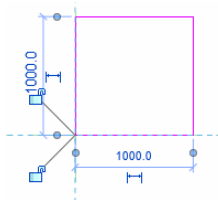

图 3-54 绘制底部边界
(3) 单击“绘制”面板中“矩形”按钮，绘制边长为 1000 的正方形，如图 3-54 所示。